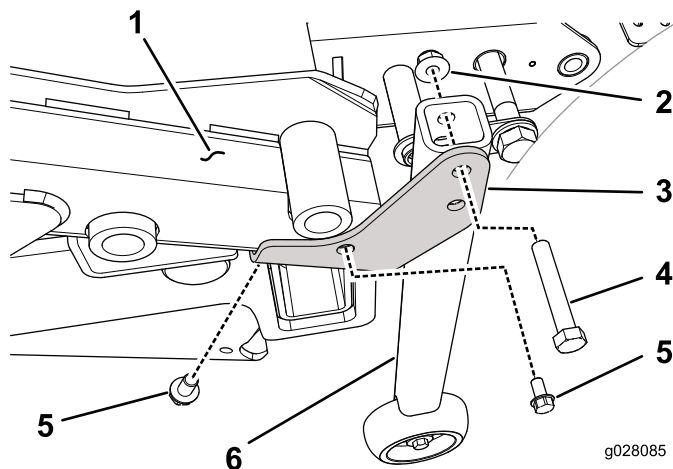

Figura 33
3. Nas unidades de tração que tenham um número de série superior a 313000001, instale um suporte de conversão (lado direito ou esquerdo) no lado inferior do canto traseiro adequado da estrutura da plataforma com um parafuso autorroscante de 3/8 x 5/8 pol. (Figura 33).
4. Instale a estrutura do suporte do tubo vertical no suporte de conversão (lado direito ou esquerdo) em cada canto da estrutura da plataforma com um parafuso de 3/8 x 2-1/4 pol. e uma porca flangeada de 3/8 pol. (Figura 33).